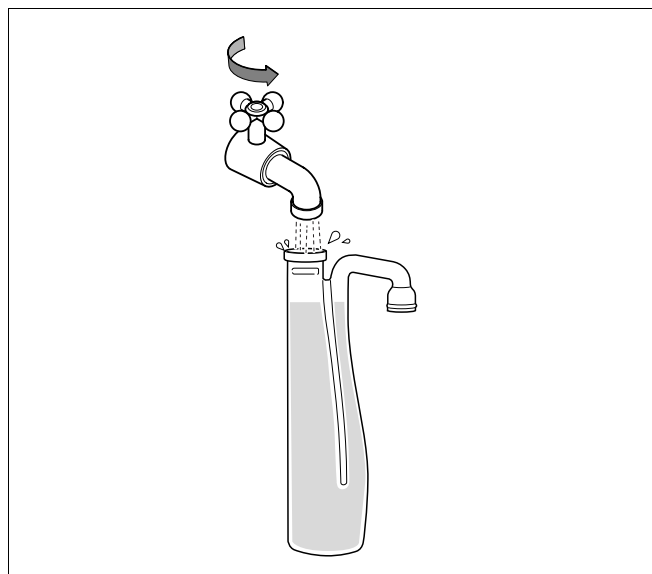

Bild 10 Fylla sifonen med vatten
- Fyll sifonen (ingår i leveransen av värmepannan) med vatten (bild 10).